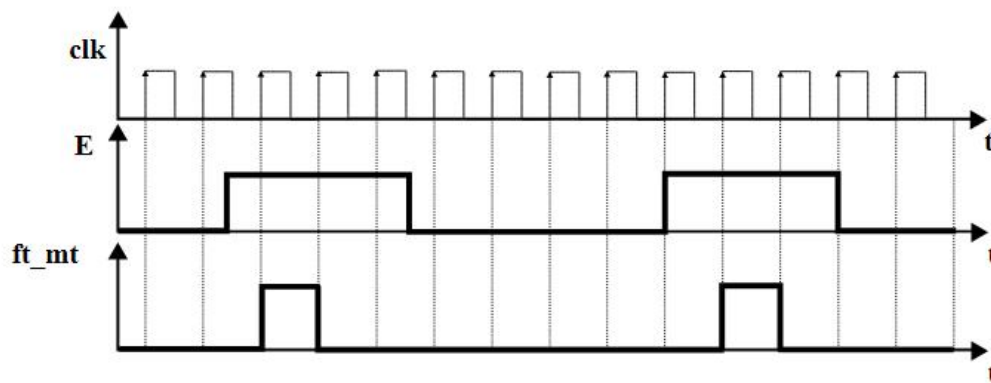

figure 2 : histogramme du Detect front
5.2. décrire le fonctionnement de ce composant en VHDL synthétisable et le valider avec les signaux de la figure 2.